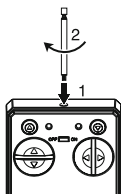

Abb. 5
5. Schrauben Sie die Antenne in die vorgesehene Buchse am Sender und drehen Sie die Antenne sanft fest (Abb. 5).
5. Insert and tighten the antenna to the antenna hole on the transmitter as illustrated (fig. 5).